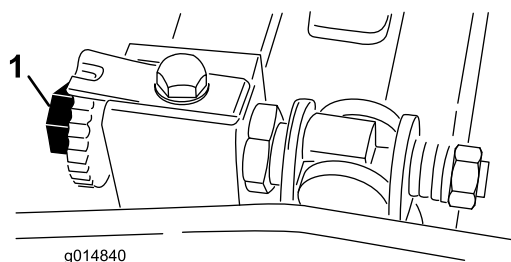

図 49
2. ベッドバー調整ネジ (図 49) を左に回して、
に少し力が必要な程度に調整する (図 49)。